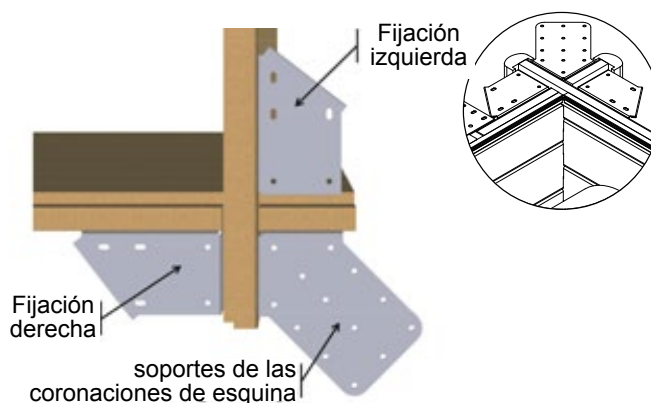

Figura 18 – Colocación de herrajes en esquinas
- En las esquinas, coloque cuatro herrajes «derechos» y cuatro herrajes «izquierdos», así como cuatro soportes de las coronaciones de esquina, de acuerdo con la **Figura 18**. Utilice 4 tornillos torx 6 × 20 de acero inoxidable A2 (bolsa G) por escuadra y 6 tornillos torx de acero inoxidable 6 × 20 A2 (bolsa G) por herraje, para un total de 64 tornillos.